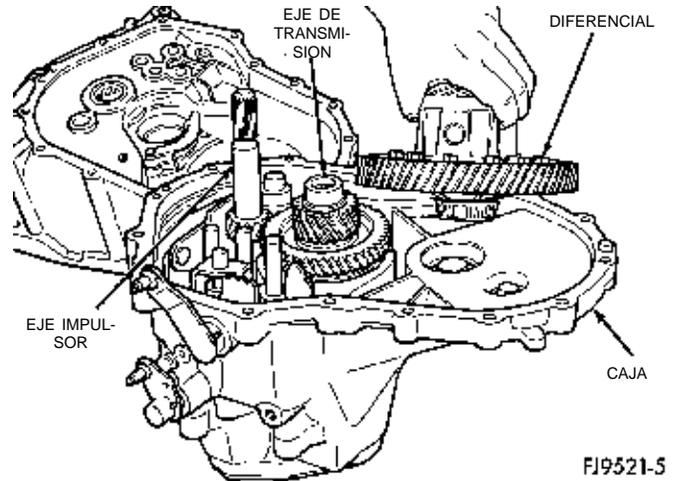
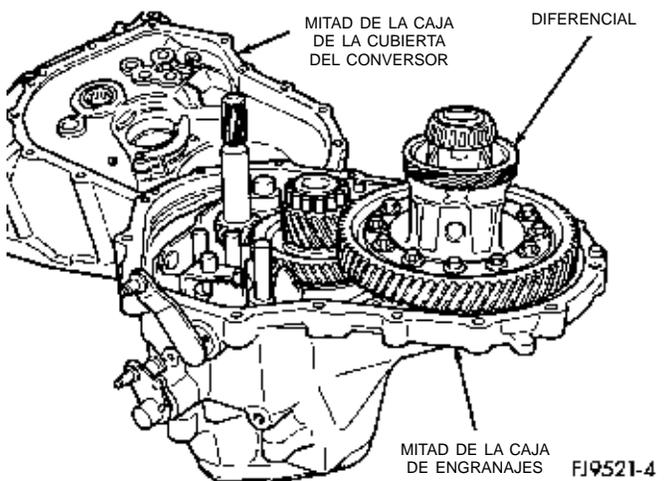

Fig. 34 Desmontaje del conjunto del diferencial
Fig. 33 Desmontaje de la mitad de la caja de la cubierta del convertidor
(4) Retire la mitad de la cubierta del convertidor de la mitad de la caja de engranajes (Fig. 33).
(5) Retire el cojinete de rodillos del eje de transmisión.
(6) Retire el conjunto del diferencial (Fig. 34).